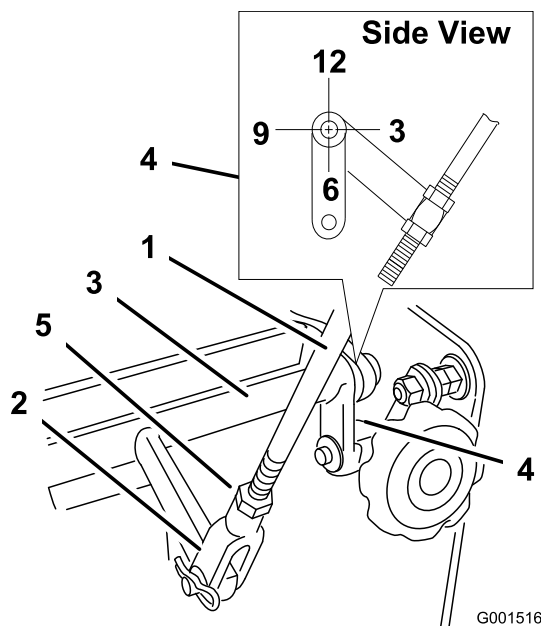

Figura 33
4. Compruebe la orientación de las barras laterales situadas en los extremos de la barra de control de velocidad. Estas barras deben estar orientadas hacia abajo en la posición de las 6 aproximadamente (Figura 33).
5. Ajuste la horquilla enroscada del extremo del acoplamiento de control de velocidad hasta que las barras estén en la posición de las 6 (Figura 33).